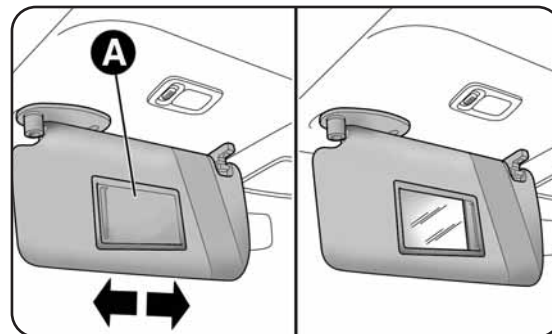

fig. 51
**AILETTES PARE-SOLEIL fig. 51**